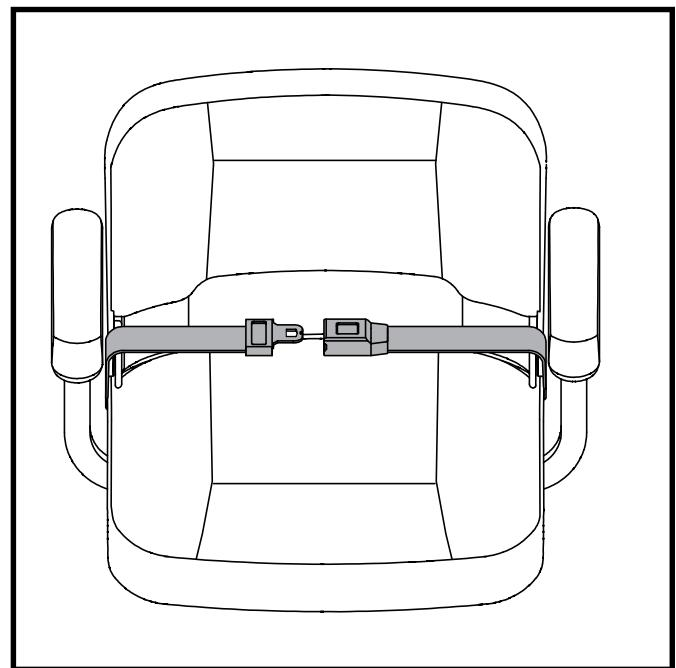

Abb. 24. Rückhaltegurte - Rückhaltegurt mit Schloss
1. Schloßzunge in das Schloßteil stecken, bis der Schnellverschluß hörbar einrastet. Siehe Abb. 24.